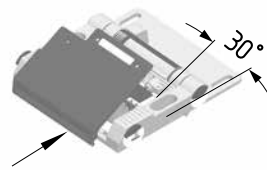
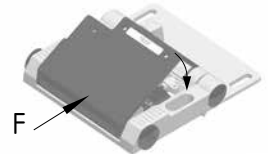

Fig. 2
Fig. 3
- Pressionar firmemente a tampa do invólucro • aprox. 30° obliquamente sobre os ressaltos de retenção (Fig. 2) e, ao mesmo tempo, pressionar para baixo (Fig. 3).